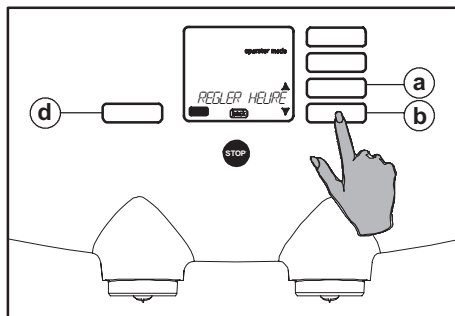

Fig. 56 Sélection du réglage de l'heure
15. Avec les boutons de défilement $\updownarrow$, sélectionnez l'option "RÉGLER HEURE", (fig. 56 a ou b).